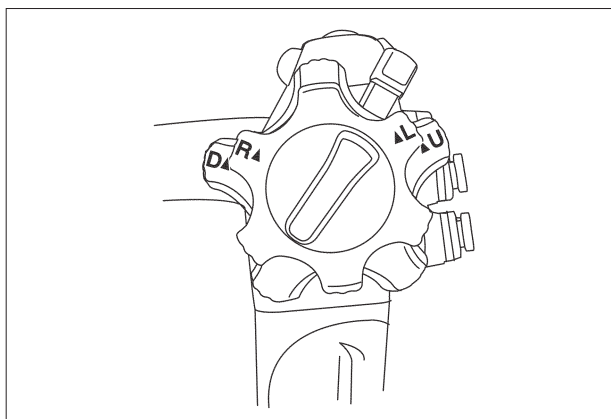

Рис. 3.6
3. Если ручки управления изгибанием вводимой трубки ВВЕРХ/ВНИЗ и ВПРАВО/ВЛЕВО установлены в соответствующее нейтральное положение, как показано на рис. 3.6, убедитесь, что изгибаемая часть плавно возвращается в приблизительно прямолинейное положение (за исключением GIF-N180).